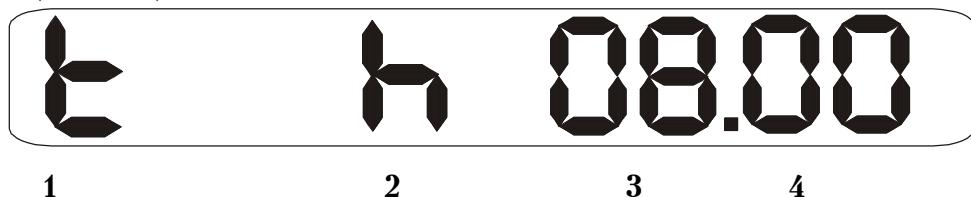

Рис. 31. Вид индикатора в режиме просмотра времени измерения:
6.3.8. Режим просмотра времени и даты измерения. Для входа в этот режим необходимо нажать кнопку “Режим” шесть раз. На индикаторе появиться следующее изображение (Рис. 31):